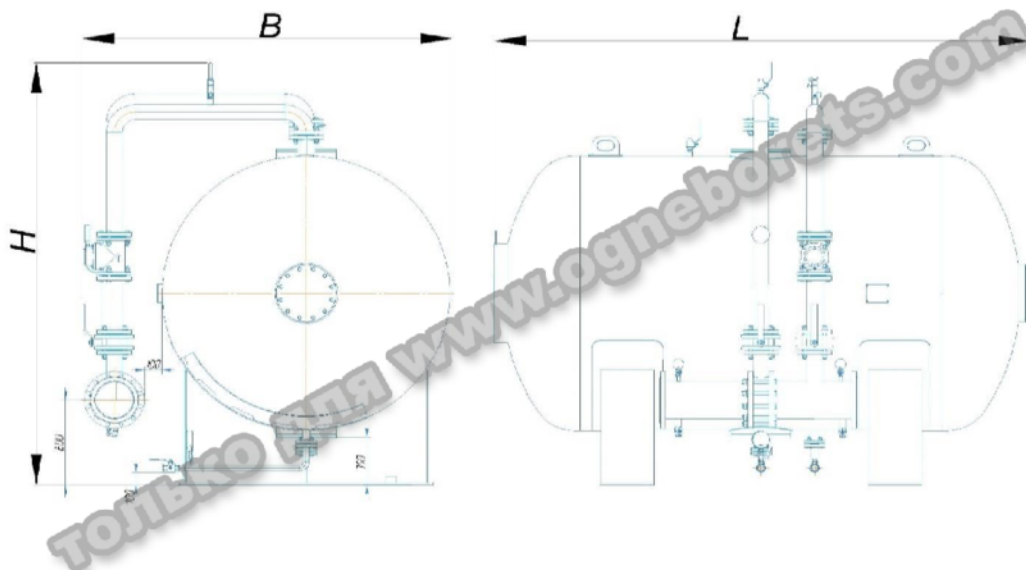

Рис.5
1.5. Чертеж. Бак с внутренней эластичной емкостью (горизонтальный). Рис.5
1.6. Габаритные размеры и масса приведены в таблице 3 и на рис.5 (горизонтальное исполнение). Габаритные размеры указаны справочно. Габаритные размеры рассчитываются индивидуально в зависимости от выбранной конфигурации трубной обвязки под дозатор (дозаторы). Для уточнения габаритных размеров при заказе Бак-дозатора следует обратиться к производителю.